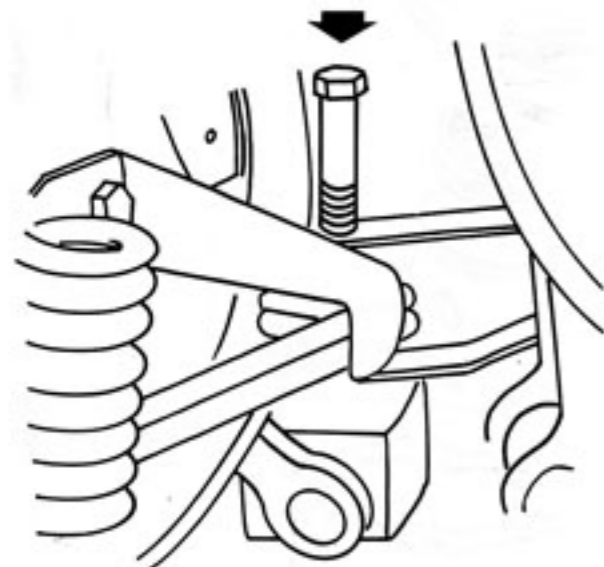

Fig. 3
- Introduire la vis dans les pattes de fixation inférieure moteur et dans le silentbloc incorporé dans les ressorts de poussée (Fig. 3).